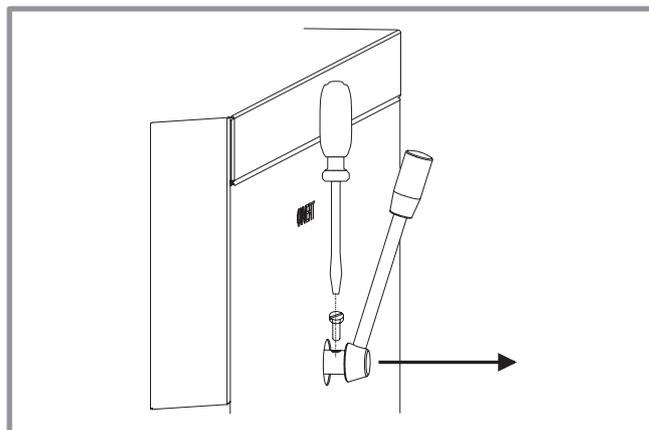

figure 7 - Commande du clapet
- Mettre le clapet en position ouverte tout en tirant la commande vers soi pour accéder à la vis (figure 7).